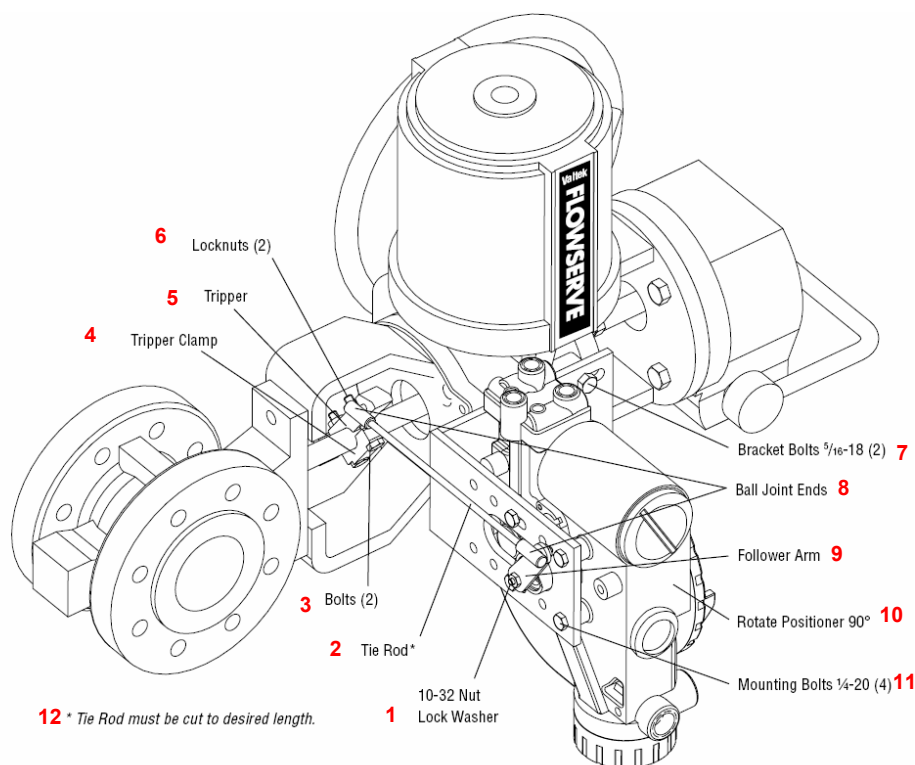

Рисунок 5. Схема установки на поворотном клапане (возможное исполнение)
5.3 Вариант процедуры монтажа на поворотном клапане Valtek (см. рис. 5)